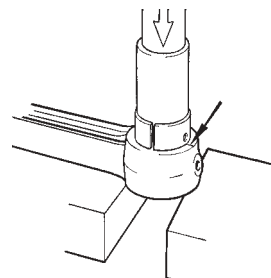

Fig. 48 Pose de bague de pied de bielle
2. Enfoncer la bague neuve avec les mêmes outils, comme le montre la figure 48.
**ATTENTION !** S'assurer que le trou d'huile de la bague coïncide avec l'alésage dans la bielle. Avec un feutre, tracer une ligne passant par les trous de la bague et de la bielle (figure 48). Vérifier que le canal d'huile n'est pas bouché après la mise en place.